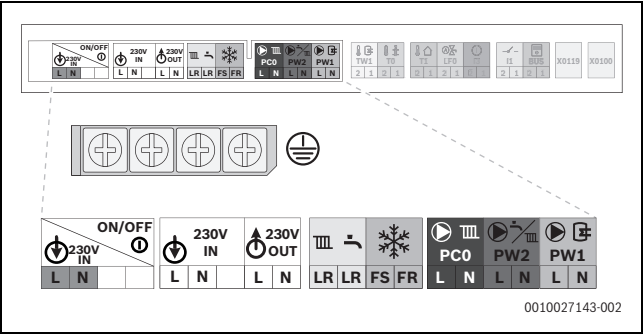

Fig. 66 Plaque de tension réseau : bornier
- Raccorder le câble au bornier des accessoires externes (→ figure 66 et figure 67).